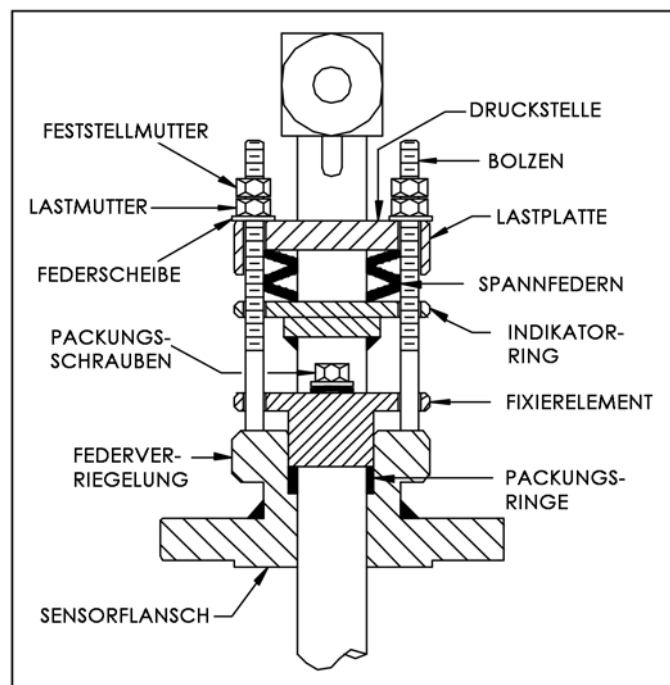

Abbildung 3. Querschnitt durch Federverriegelung
- Fixierelement und Packungsringe sind bereits werksseitig montiert. Setzen Sie den Sensor in das Gehäuse der Federverriegelung ein (Abbildung 3). Schrauben Sie Sensor, Dichtung und Befestigungsflansch handfest zusammen. Setzen Sie die Baugruppe ein, bis die Spitze des Sensors die gegenüberliegende Seite des Rohres berührt. Richten Sie den Sensorkopf so aus, dass der mit „FLOW“ beschriftete Pfeil auf dem Instrumentenkopf des Sensors innerhalb eines Winkels von 3 Grad zur Durchflussrichtung steht. Die Schweißverbindung sollte wie das Rohr geformt sein. Prüfen Sie, ob die Unterseite der Schweißverbindung Kontakt zur Rohrwandung hat.